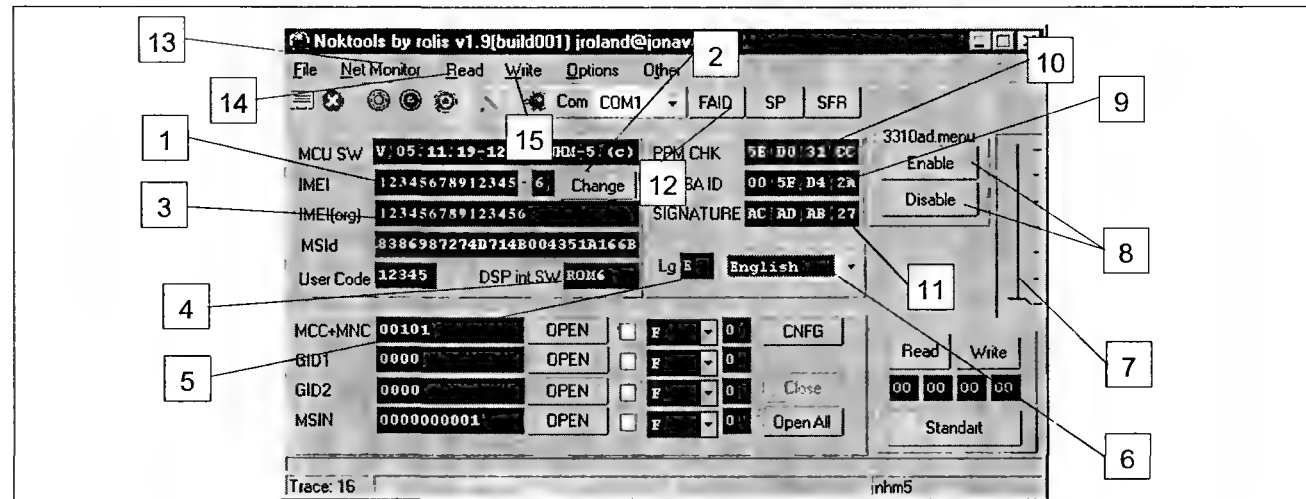

Рис. 8.7
Следующая популярная программа для работы с телефонами NOKIA — это Nokia Tool от Rolis, ее окно показано на рис. 8.7.
- изменять IMEI-номер телефона. Для этого меняют содержимое окна 1 (рис. 8.7) и нажимают кнопку 2 CHANGE. При этом оригинальный IMEI-номер в окне 3 может быть другим. Это, как правило, не сказывается на работоспособности телефона;
В случае блокировки 4 lock (а также, если аппарат заблокирован на оператора), и когда в окне 9 (рис. 8.7), все нули — это указывает на физическую неисправность микросхемы COBBA. В этом случае на экране телефона отображается сообщение «ВСТАВЬТЕ ПРАВИЛЬНУЮ КАРТУ» (или «SIM НЕ ПОДХОДИТ»).